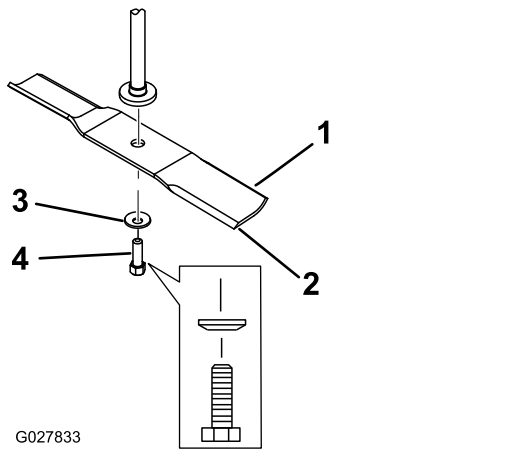

Bild 64
2. Entfernen Sie die Messerschraube, Wellenscheibe und das Messer von der Spindelwelle (**Bild 64**).
1. Setzen Sie das Messer auf die Spindelwelle (Bild 64).
2. Setzen Sie die Wellenscheibe (Kappenseite zum Messer) und die Messerschraube ein (Bild 64).